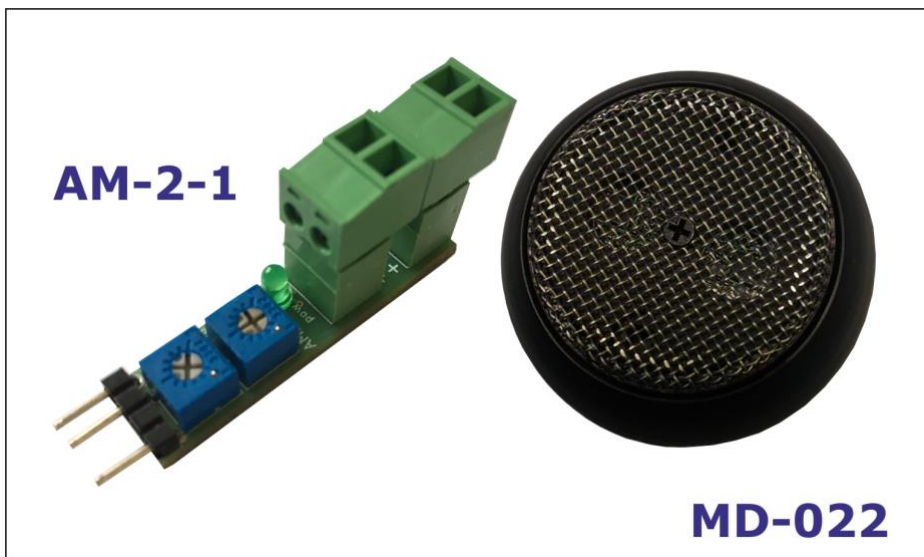

Рис.2 Диаграмма направленности
1. Установите микрофон согласно рис.2, чтобы собеседники располагались на оси направления диаграммы направленности микрофона.